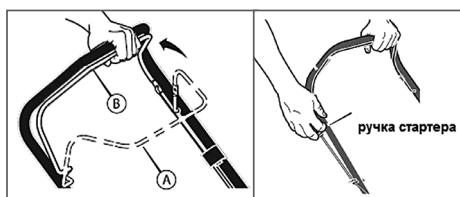

Рис. 10 Запуск двигателя
Перед запуском двигателя, несколько раз задействуйте рычаг остановки двигателя (Рис.10). Проверьте, что трос остановки двигателя движется свободно, и
- Нажмите и удерживайте рычаг остановки двигателя левой рукой (Рис. 10 положение В).
- Правой рукой, медленно вытягивая шнур стартера за ручку (Рис. 10), проверните коленчатый вал двигателя, пока не почувствуете сопротивление, затем медленно опустите ручку стартера вниз. Снова медленно потяните за ручку стартера, пока не почувствуете, что стартер вошел в зацепление с маховиком, после чего, резко и с усилием потяните за ручку стартера и запустите двигатель. При необходимости повторите. После запуска двигателя медленно и плавно верните ручку стартера на место.
Для остановки двигателя отпустите рычаг остановки двигателя (положение А Рис. 10).